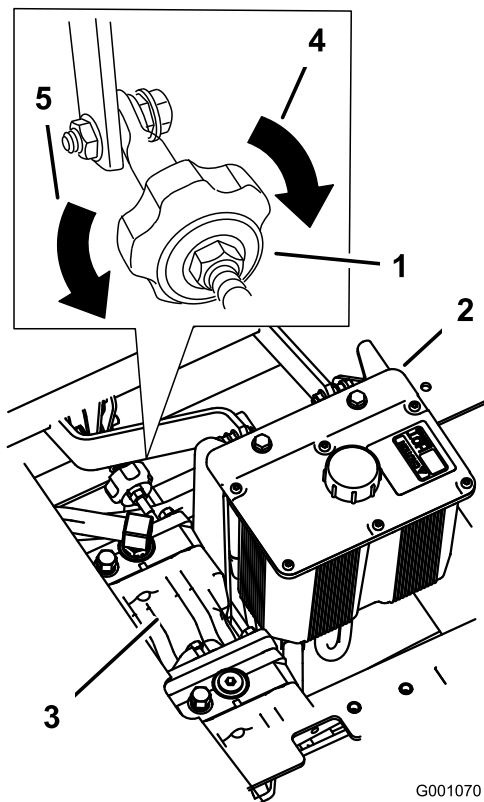

Figura 72
2. Regolate la lunghezza dell'asta della pompa facendo girare nella direzione opportuna la manopola, finché la ruota si ferma o si sposta leggermente indietro (Figura 72).